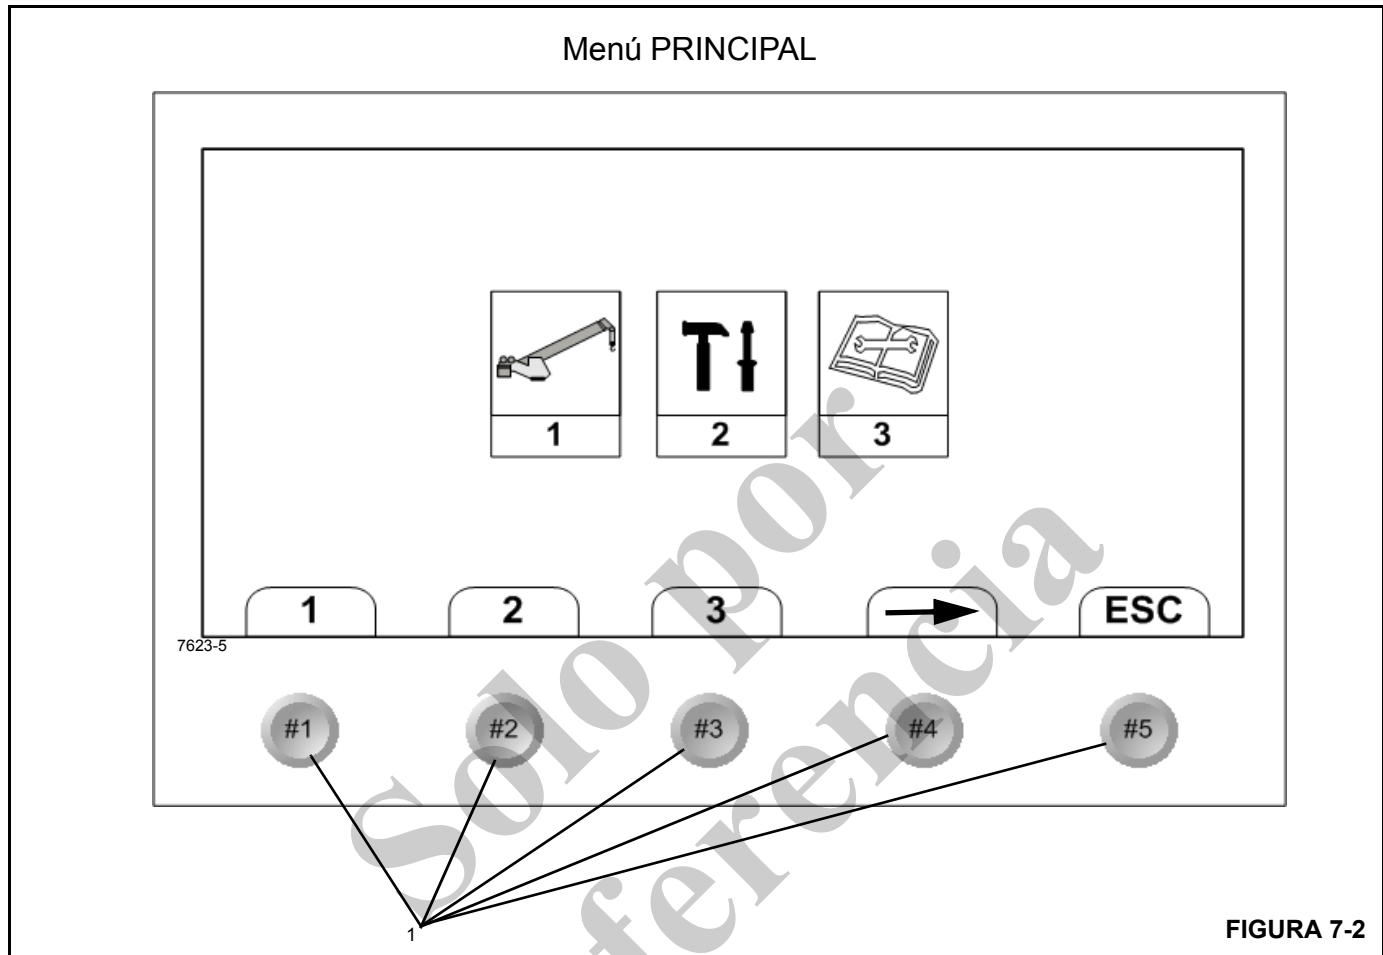

FIGURA 7-2
La pantalla del menú PRINCIPAL (Figura 7-2) se divide en las siguientes tres secciones principales que se utilizan para configurar, accionar y calibrar el sistema limitador de capacidad nominal (RCL) y para localizar las averías del mismo.
- **Configuración del RCL** - Seleccione la tecla de función N° 1 (Figura 7-2) para configurar el sistema RCL. Esta pantalla incluye la configuración y el establecimiento de los límites operacionales de la pluma, estabilizador, malacate y enhebrado. La pantalla de configuración del RCL también incluye la pantalla de modo de funcionamiento del LMI (vea la página 7-3).
- **Herramientas** - Seleccione la tecla de función N° 2 (Figura 7-2) para acceder a la pantalla de herramientas (vea la página 7-9). Esta pantalla incluye:
- **Diagnóstico** - Seleccione la tecla de función N° 3 (Figura 7-2) para acceder al menú de diagnóstico del RCL; vea la página 7-10. Este menú incluye:
La pantalla de menú principal tiene cinco *teclas de función* (1, Figura 7-2) que se utilizan para seleccionar las funciones que se muestran en la pantalla sobre cada tecla.
NOTA: Al encender el RCL, aparecerá la pantalla con el logotipo de National Crane durante aproximadamente 5 segundos, luego aparece la pantalla N° 1 (página 7-4); para volver a la pantalla del menú principal (Figura 7-2) seleccione ESC.